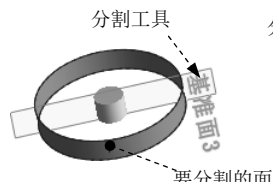

图 6.14.8 分割线 1
Step7. 创建如图 6.14.8 所示的分割线 1。选择下拉菜单 **插入(I)**  **曲线(U)**   **分割线(S)...** 命令，系统弹出“分割线”对话框；在 **分割类型** 区域中选中  **轮廓(S)** 单选项；在设计树中选择基准面 3 为分割工具；选取如图 6.14.8 所示的模型表面为要分割的面；单击  按钮，完成分割线 1 的创建。